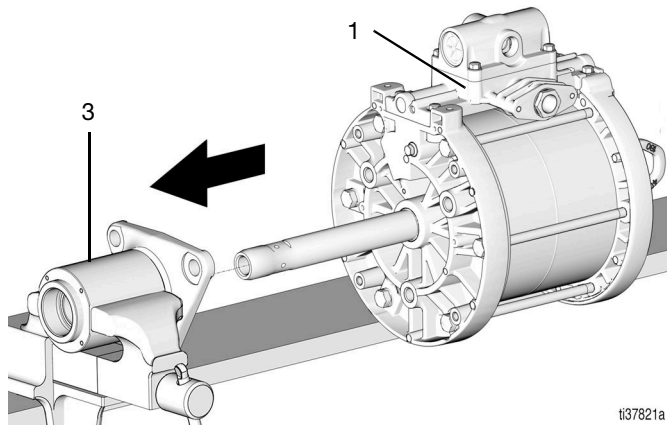

Рис. 22
- Установите пневмомотор (1), вставив шток поршневого насоса (14) в выпускной корпус (3) (Рис. 22).